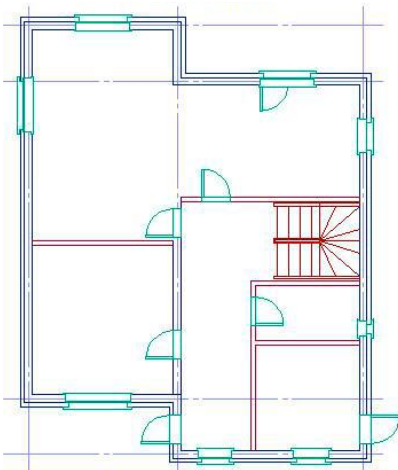

Рис. 9.1
1. Користуючись раніше створеним блоком «Вікно», розставити на плані першого поверху вікна різної ширини згідно з рис. 9.1.
першого поверху будинку двері внутрішні, зовнішні та балконні згідно з рис. 9.1.